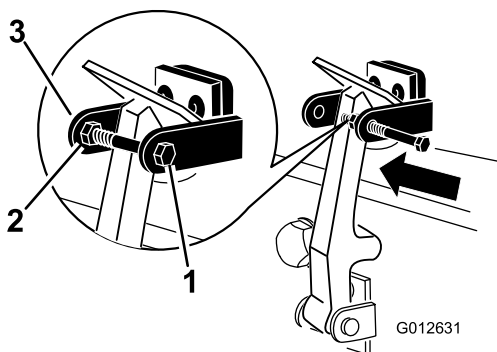

Bild 10
8. Setzen Sie die Schraube in den anderen Arm der Halterung des Motorhaubenriegels, um den Riegel zu arretieren (**Bild 10**). Ziehen Sie die Schraube (nicht die Mutter) an.